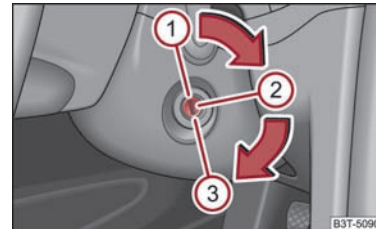

Abb. 128 Zündschlossstellungen
- Den Motor schalten Sie durch Drehen des Zündschlüssels in Stellung ① aus → Abb. 128.